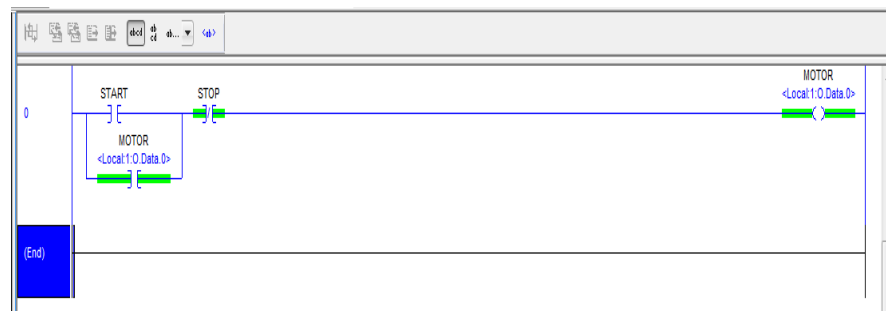

Figura 5: Creación de un proyecto en RSLogix 5000
3. Realizar una programación en RSLogix 5000 con tags internos del controlador y direcciones físicas como se muestra en la Figura 5.